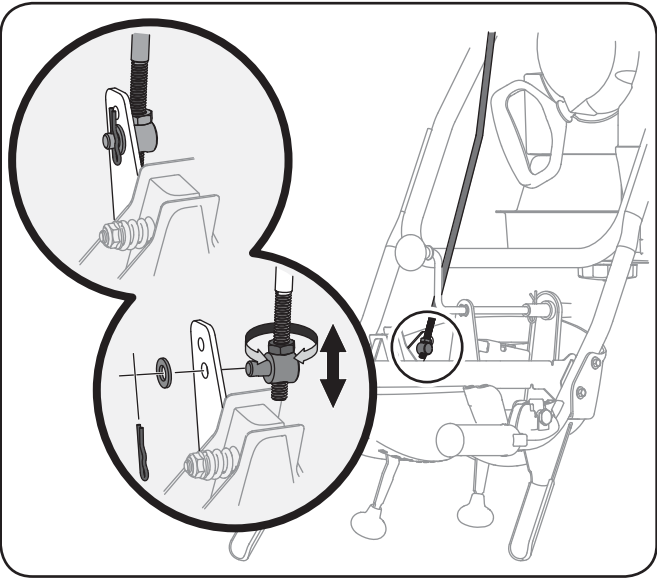

Figure 6-7
- 2. Retirez la goupille fendue et la rondelle de la virole sur la tige de commande. Retirez-la du levier de vitesse. Voir la Figure 6-7.
- 4. Faites pivoter la virole vers le haut ou vers le bas sur la tige de commande jusqu'à ce que la virole soit alignée avec le trou supérieur du levier de vitesse. Voir la Figure 6-7 en médaillon.